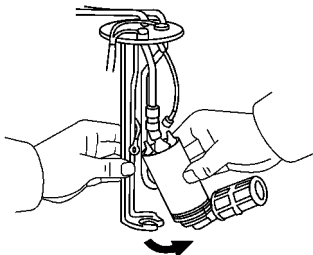

图 2-90 从托架拉出输油泵的下侧
- (3) 从输油泵托架拆下输油泵。旋下两个螺母并从输油泵脱开配线，从托架拉出输油泵的下侧，从燃油软管拆下输油泵，如图 2-90 所示。